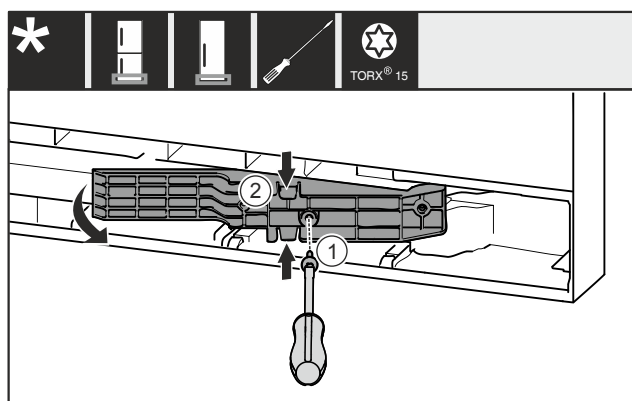

Fig. 18 *
- ▶ Извлеките винт Fig. 18 (1)*
- ▶ Слегка сожмите деталь адаптера Fig. 18 (2) сверху и снизу и извлеките ее.*